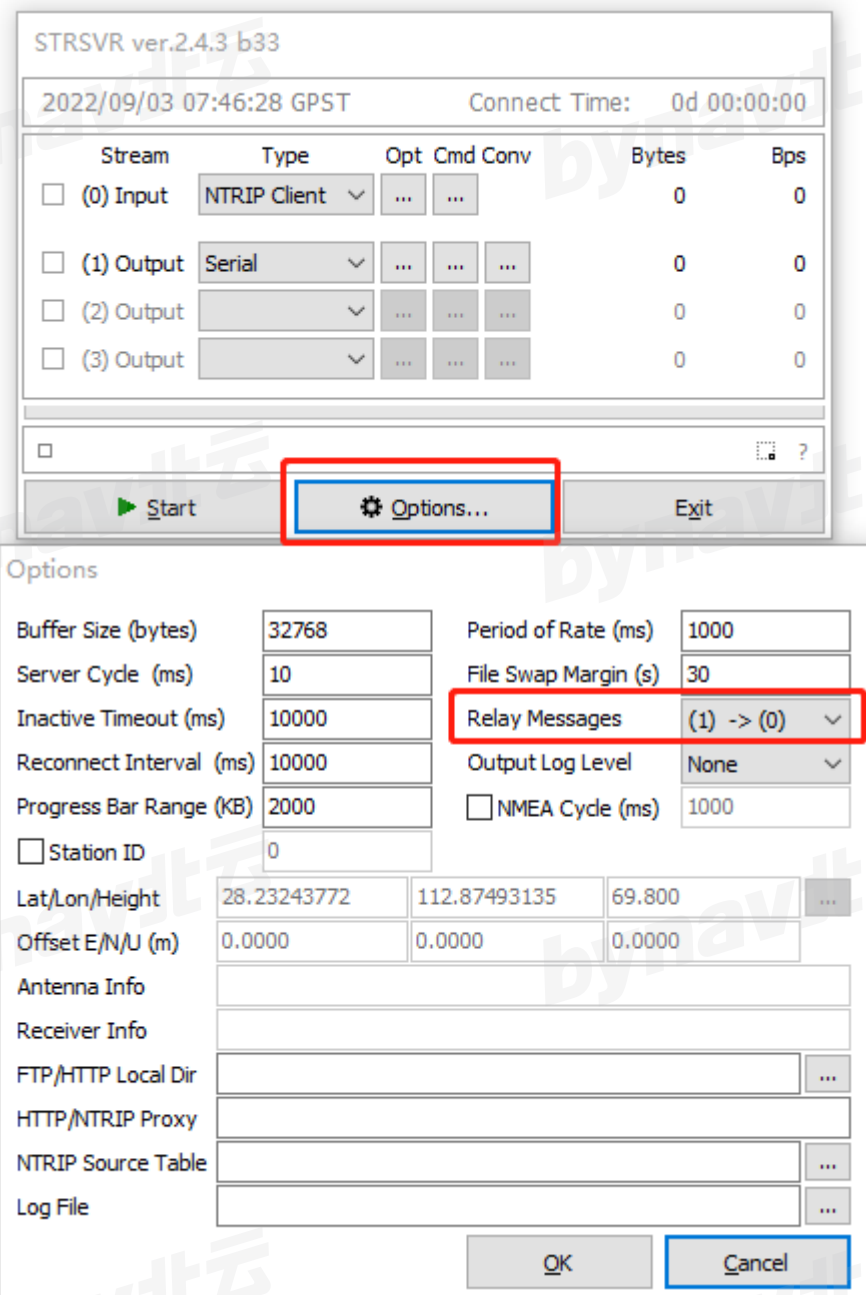

图 7 STRSVR 配置界面
配置完成后需要点击 Options，在红框处的下拉框选择 (1) -> (0) 选项。如图 7 所示。